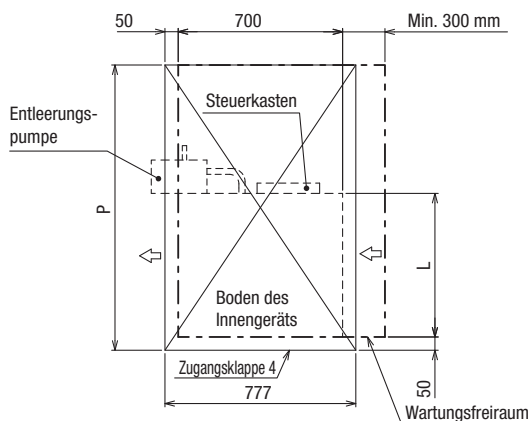

Abb.5 (Ansicht aus Richtung B)
- Erstellen Sie eine Zugangsklappe 4 unter dem Steuerkasten und dem Gerät, wie in Abb.5 dargestellt.